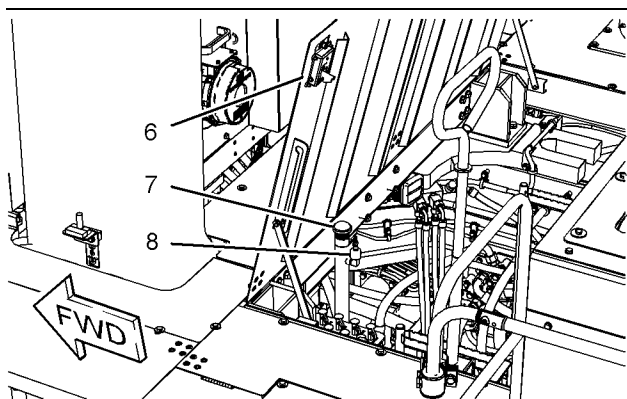

Ilustración 269
9. Consulte la ilustración 269 .
- a. Quite el respiradero de la transmisión (8).